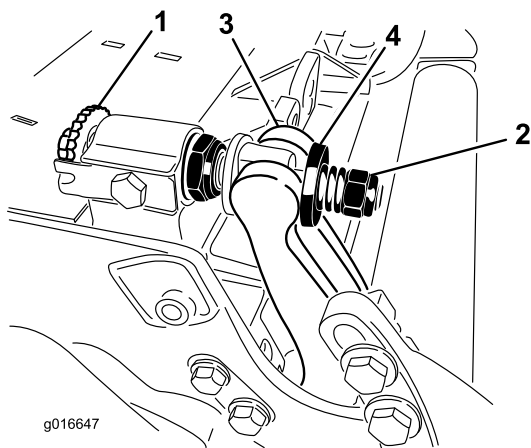

Рисунок 28
1. Поворачивайте регулировочные винты планки неподвижного ножа против часовой стрелки, чтобы отодвинуть неподвижный нож от барабана (Рисунок 28).
2. Отвинчивайте гайку натяжения пружины до тех пор, пока шайба больше не будет нажимать на планку неподвижного ножа (Рисунок 28).